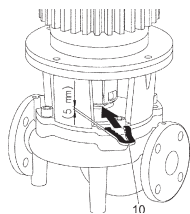

Fig. 13: Mise en place de la fourche de montage
10. Glisser la fourche de montage (Fig. 13, pos. 10) entre la lanterne et l'accouplement. La fourche de montage doit s'adapter sans le moindre jeu.
11. Serrer d'abord légèrement les vis d'accouplement (Fig. I/II/III/IV/V, pos. 1.41) jusqu'à ce que les coquilles d'accouplement reposent sur les cales d'épaisseur.
7. Utiliser des outils adaptés (p. ex. tournevis) pour démonter le protecteur d'accouplement (Fig. I/II/III/IV/V, pos. 1.32).
8. Démonter l'accouplement (Fig. I/II/III/IV/V, pos. 1.5).
9. Desserrer les vis de fixation du moteur (Fig. I/II/III/IV/V, pos. 5) sur la bride du moteur et extraire l'entraînement de la pompe avec un appareil de levage approprié.
13. Glisser la fourche de montage (Fig. 13, pos. 10) entre la lanterne et l'accouplement. La fourche de montage doit s'adapter sans le moindre jeu.